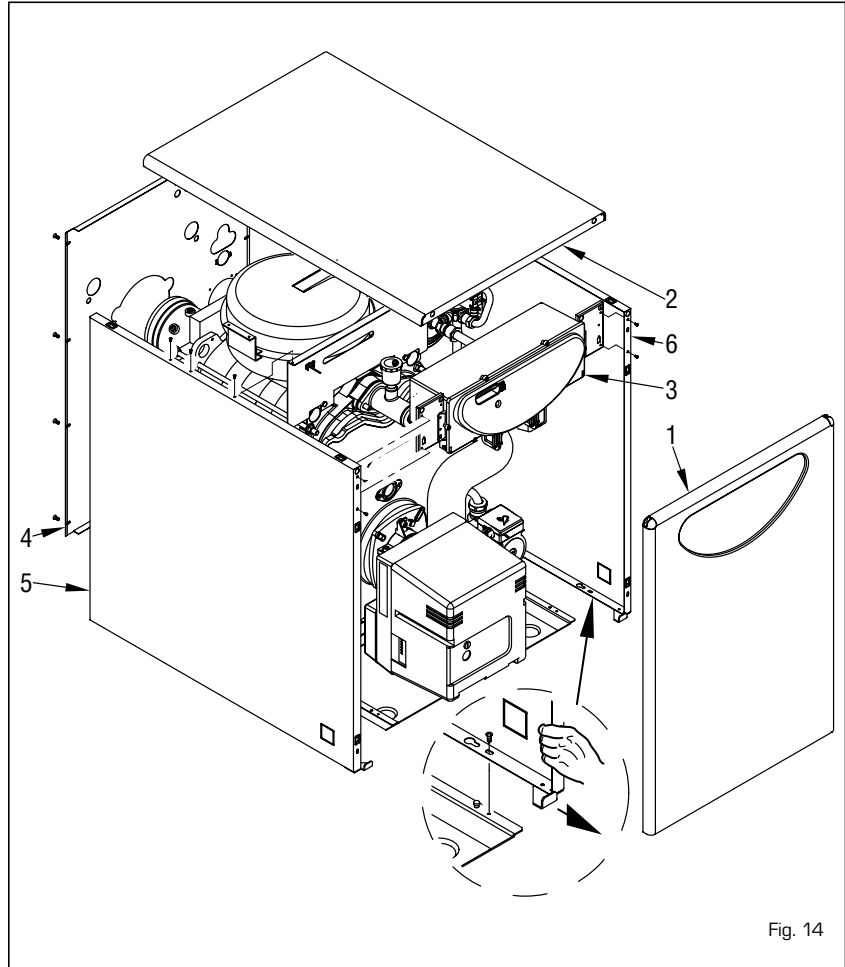

Fig. 14
4.4 DESMONTAJE DE LA ENVOLVENTE (fig. 14)
Para un fácil mantenimiento de la caldera es posible desmontar completamente el blindaje siguiendo la progresión numérica de la fig. 14.